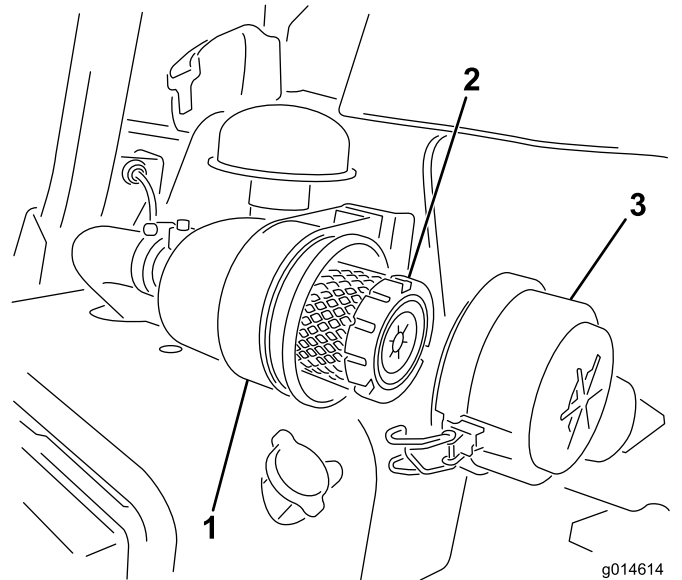

图44
1. 松开将空气滤清器盖固定到空气滤清器壳体上的门锁（图44）。
6. 固定门锁（图44）。